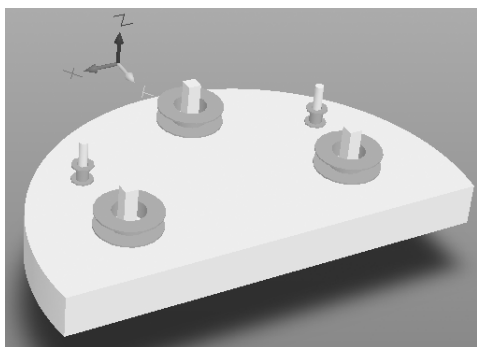

图 11-76 删除定位基准线
5) 单击菜单栏中的“工具”→“3D 体放置”→“删除捕捉点”命令，依次单击设置的捕捉点，删除所有基准线，结果如图 11-76 所示。